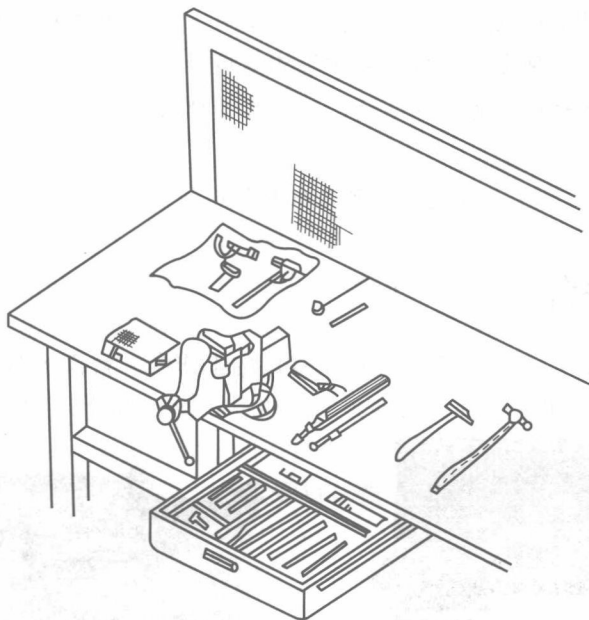

图 1-2 工具与量具的合理放置
(3)合理摆放工具、夹具、量具(见图 1-2),常用工具、夹具、量具应放在工作位置附近,便于随时取用。工具、量具用后应及时保养并放回原处存放,精密量具要存放在专门的地方,使用时要轻拿轻放。